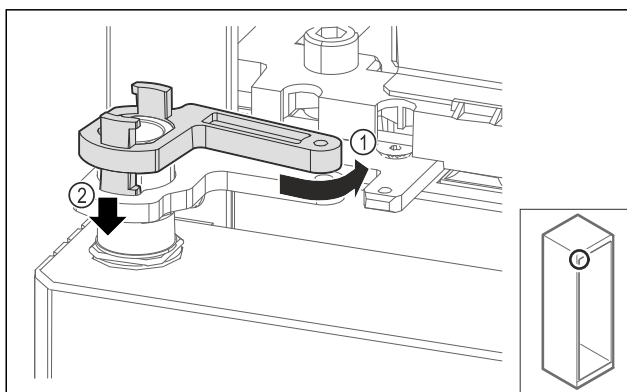

Fig. 71
- Drej lejebukslåsen en smule tilbage, Fig. 71 (1), pres den nedad, Fig. 71 (2) og lås den i hængselsbeslaget.